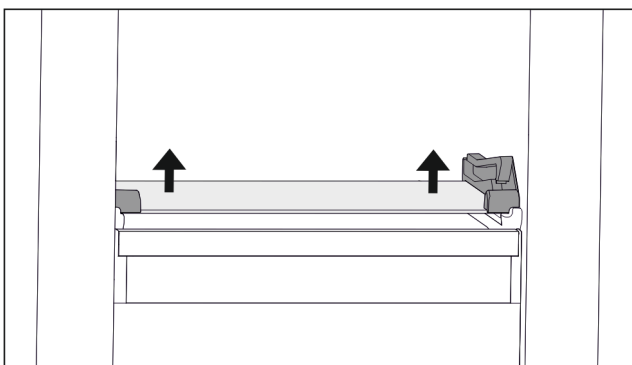

Fig. 70 Стеклнная пластина откидного выдвижного ящика
- ▶ Нажмите на стеклнную пластину снизу вверх с обеих сторон. (см. Fig. 70)